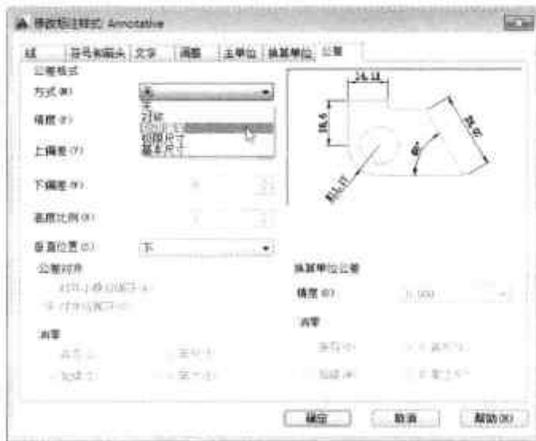

图9-41 选择“极限偏差”选项
Step 02 打开“修改标注样式”对话框，并切换至“公差”选项卡，在“公差格式”选项组中，单击“方式”下拉按钮，选择“极限偏差”选项，如图9-41所示。